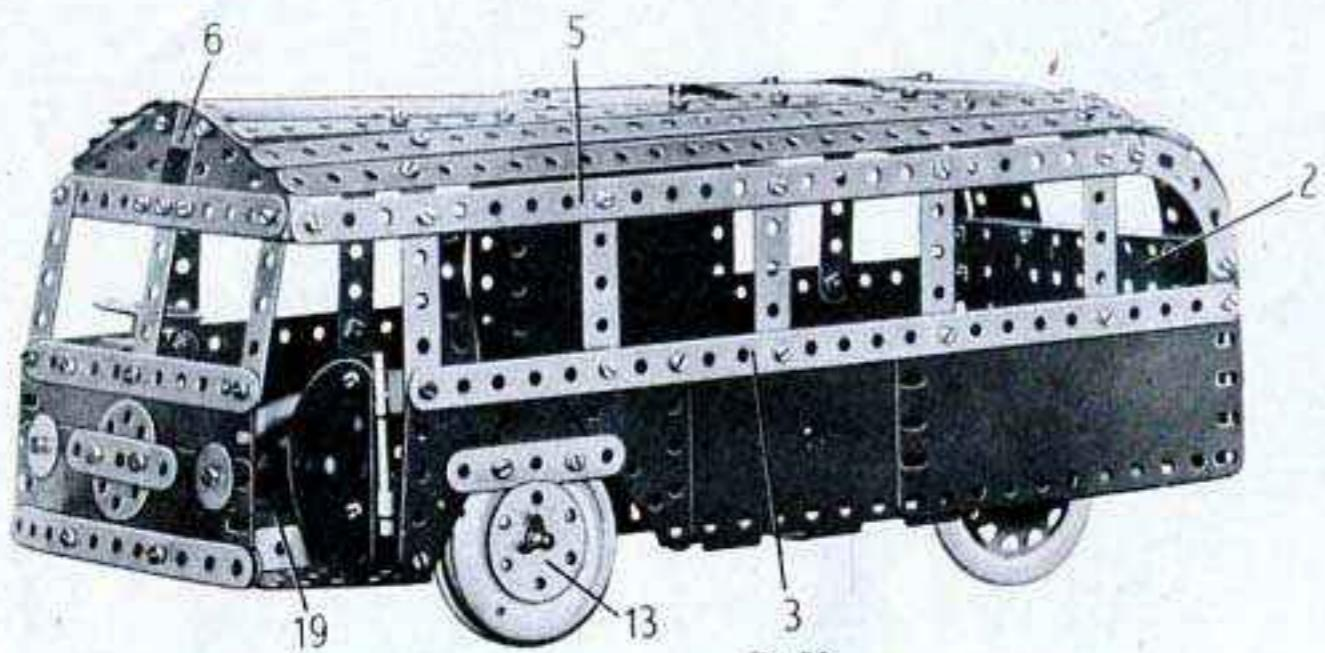

Fig. 5.8
Le côté du modèle qui apparaît sur la figure 5.8 est boulonné sur une bande de 25 trous (3). Il est formé par une plaque flexible de 14×6 cm., une moitié de plaque à charnière, une plaque flexible triangulaire de 6×5 cm., une de 6×4 cm. et par une plaque flexible de 6×4 cm. Le côté est boulonné sur la plaque à rebords (2) et il est renforcé par une équerre à une bande de 11 trous (4) fixée au travers du châssis. L'autre côté du modèle est construit de façon identique, mais il est prolongé vers l'avant par deux plaques flexibles de 6×4 cm., qui sont réunies à la carrosserie par une équerre ; en outre, une bande de 25 trous et une bande de 11 trous remplacent la bande (3).